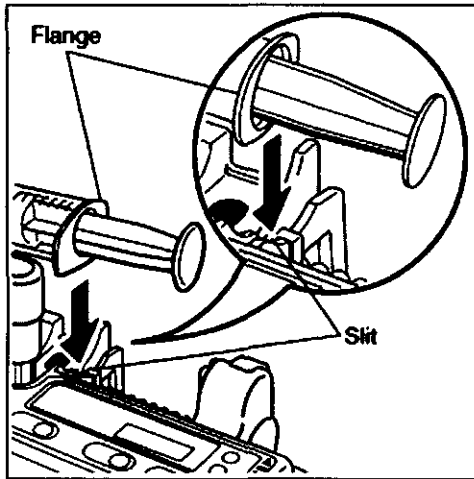

Fig. 10: Flange: reborde; slit: hendidura
4) Inserte el reborde de la jeringa en la hendidura. (Fig. 10).